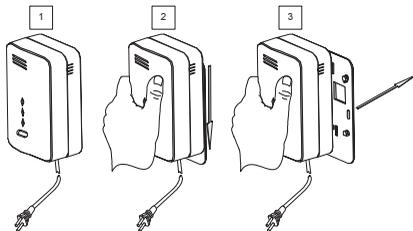

Fig. 1
1. Retirez le support de montage de votre unité, de la manière décrite dans la Fig. 1